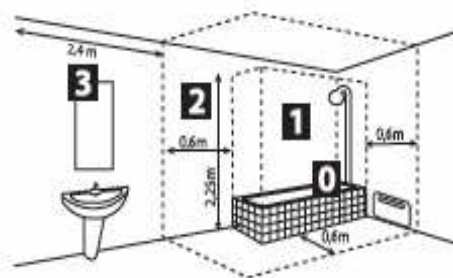

Fig.1/Abb.1/Fig.1
- 4°) Dans une salle de bain ne pas installer ce produit dans les volumes V0 et V1 (voir fig 1). Prévoir un bac de rétention avec écoulement à l'égout si le chauffe-eau est installé au-dessus d'un local habitable.